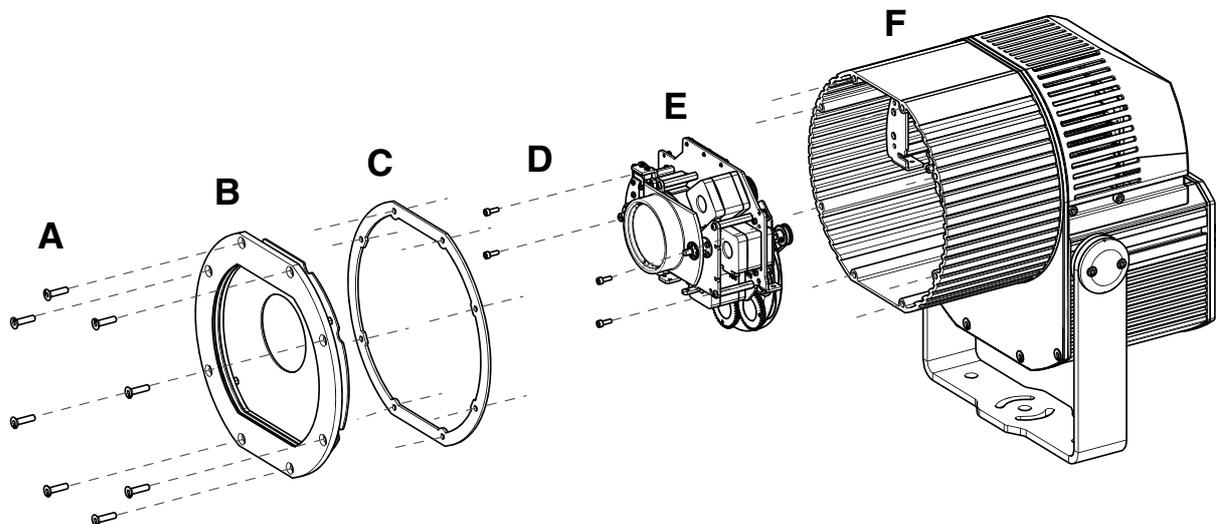

Figure 1: Retrait du couvercle frontal et des modules d'effets
3. Voir Figure 1. Retirez les 8 vis Allen **A** qui maintiennent le couvercle **B**, puis retirez le couvercle frontal **B** et le joint **C** du carter de l'appareil **F**.
2. Voir Figure 1 en page 8. Avec une clé Allen en T ou à long manche, réinstallez les 4 vis **D** qui fixent le module au fond du carter.